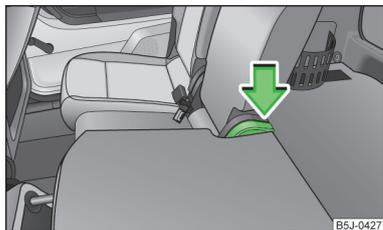

Fig. 42
- Presionar la palanca » fig. 42 y replegar el respaldo. Asegurarse al tirar de que el respaldo haya encastrado.